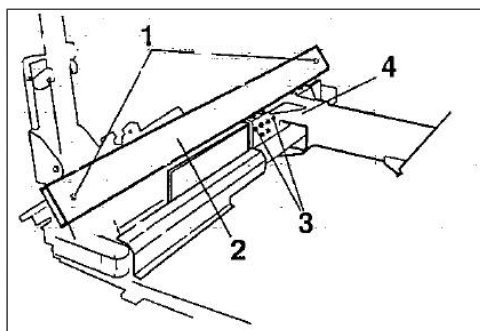

Рис. 39
- 3) Открутите гайки (3, рис. 39) каждого верхнего башмака каретки (4, рис. 39).
- 6) Затяните четыре контргайки верхних башмаков (3, рис. 39).